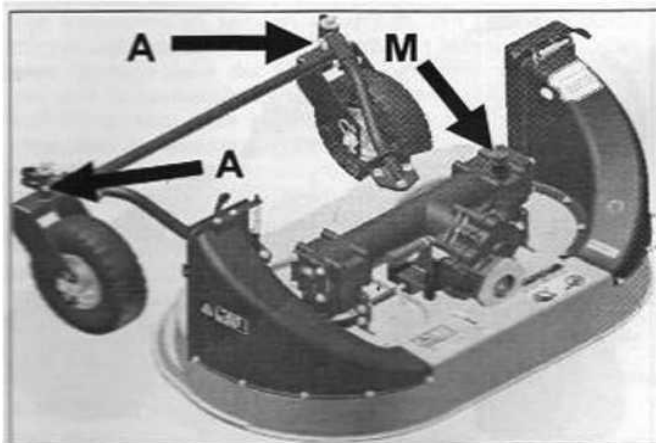

Abb.5/1
- ▶ -Schmieren Sie die Radgabeln A (Abb.5/1)
- ▶ -Kontrollieren Sie den Getriebeölstand und füllen Sie gegebenenfalls BCS PowerLube W7 SAE 80W/90 (API GL-5) über den Stopfen M (Abb.5/1) ein.
Wechseln Sie das Öl im Getriebe; um das Öl abzulassen, drehen Sie das Mähwerk auf den Kopf und lassen Sie es aus der Füllstandskappe M (Abb.5/1) austreten. Das Fassungsvermögen des Öls beträgt 12 kg.